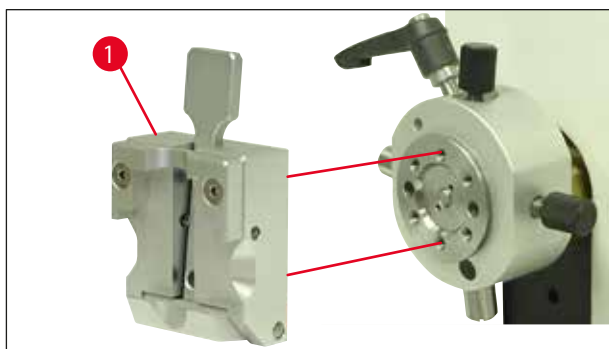

Fig. 11
4. Atașați clema pentru specimen (→ Fig. 11-1) la dispozitivul de fixare a suportului pentru specimen, după cum se arată în (→ Fig. 11) și fixați-l folosind cele două șuruburi (→ Fig. 10-4).